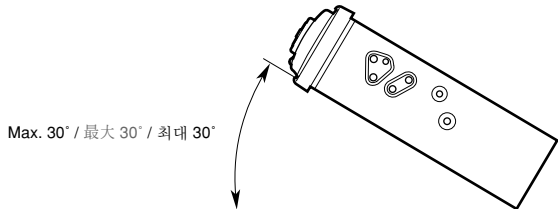

Figure 2 / 图 2 / 그림 2
- Install the unit within 30° of the horizontal plane. (Figure 2)
- 安装时，请使本装置与水平面的角度在30°以内。（图2）